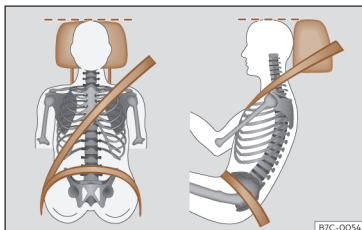

Fig. 17 Faixa do cinto de segurança e encosto de cabeça corretamente regulados.
- Ajuste o encosto de cabeça de modo a que o rebordo superior fique, na medida do possível, alinhado com a parte superior da cabeça, o mais próximo possível da altura dos olhos¹⁾ >>> **Página 135.** Mantenha a nuca o mais próximo possível do encosto de cabeça >>> **Fig. 17.**
- Ajuste longitudinalmente o banco, de modo a poder carregar a fundo nos pedais com os joelhos ligeiramente fletidos e a ficar uma distância entre a zona dos joelhos e o painel de instrumentos de pelo menos 10 cm (4 polegadas) >>> **Fig. 17.**